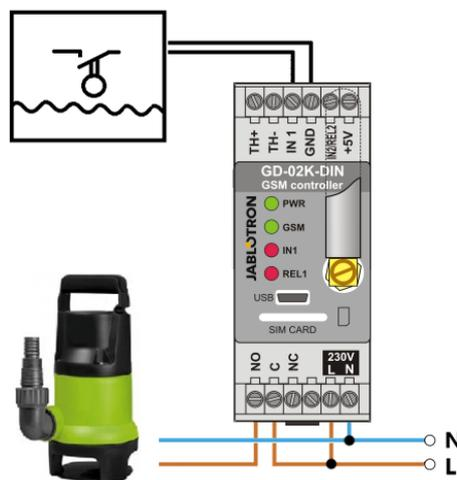

Figura 3: Monitoraggio del livello massimo dell’acqua in un serbatoio, compreso drenaggio automatico mediante una pompa.
- Questo schema mostra la connessione di un sensore di livello agli ingressi IN1 e GND. L’uscita potenza REL1 commuta i 230 V per poter alimentare la pompa (vedi Figura 3).